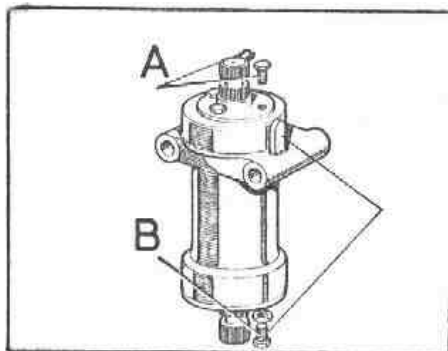

Fig. G-6 Tornillos de llenado, ventilación y vaciado
- 3.2. Extraer los dos tornillos, A (Fig. G-6) de la parte superior de la caja compensadora (uno para llenado y otro para ventilación).